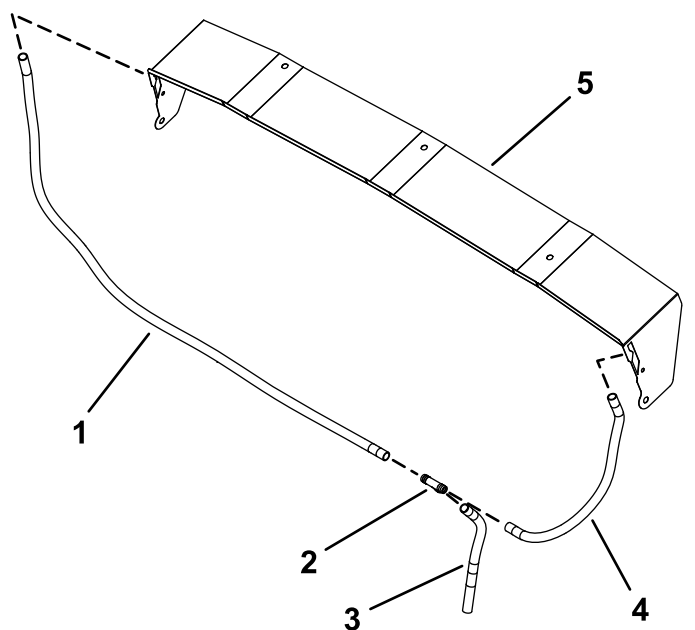

Figura 42
4. Collegate il tubo trasparente da 122 cm a quello da 33 cm e da 43 cm con un raccordo a T (Figura 42).